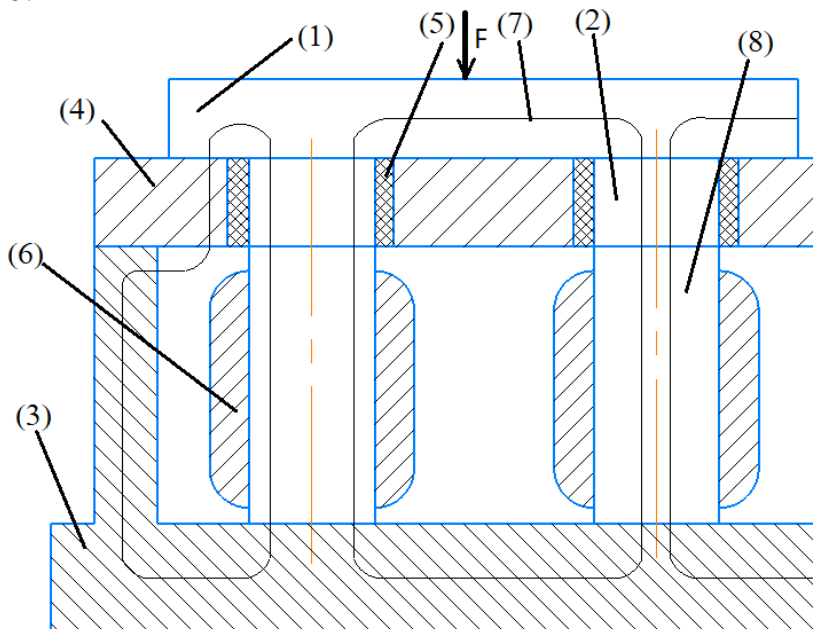

Рис. 3
При измерении изделий машиностроения с помощью контрольно-измерительной машины (КИМ) контролируемая деталь устанавливается на столе такой машины, при этом часто бывает необходимость зафиксировать ее положение. Для этого может применяться электромагнитное приспособление, которое может зафиксировать деталь из ферромагнитного материала (рис. 3). Приспособление состоит из корпуса (3) с электромагнитами (6) и крышки (4) в которой установлены полюса (2) с изоляцией из изолятора (5). Каждый электромагнит состоит из обмотки и сердечника. Деталь (1) устанавливается на рабочую поверхность крышки, являясь проводником она замыкает магнитный поток (7) между полюсами
Для обработки детали привода КИМ на фрезерном обрабатывающем центре возникла задача закрепления призматической заготовки. Для закрепления используется устройство, состоящее из рычага и механизма, показанного на рис. 3. Заготовка (1) прижимается к опоре (2) с помощью рычага (3), который шарнирно связан с плунжером (4). Плунжер подпирается клином (6). Угол клина $\alpha=15^\circ$. Плунжер и клин опираются о корпус (5). Длины плеч рычага $L_1=100$ мм и $L_2=300$ мм. Коэффициент трения между клином и корпусом равен $f_1=0,1$; коэффициент трения между плунжером и корпусом равен $f_2=0,15$; коэффициент трения между клином и плунжером равен $f_3=0,2$. Определить силу зажима действующую на заготовку W , если известно, что сила привода равна $Q=200$ Н. КПД (коэффициент полезного действия) рычага $\eta_1=0,95$; КПД механизма $\eta_2=0,54$.